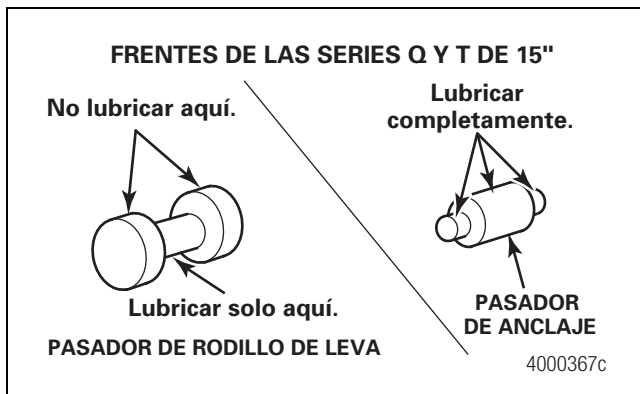

Figura 5.28
- Lubricar los rodillos de las zapatas y los pasadores de anclaje según se muestra en la Figura 5.28. Usar solo grasa aprobada por Meritor. Consultar en la Sección 7 las especificaciones aprobadas de lubricación.
1. Lubricar los rodillos de las zapatas y los pasadores de anclaje según se muestra en la Figura 5.28. Usar solo grasa aprobada por Meritor. Consultar en la Sección 7 las especificaciones aprobadas de lubricación.